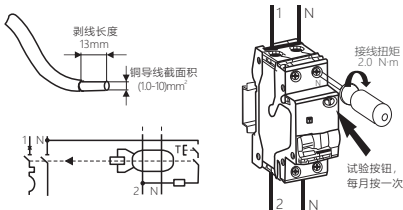

图5 接线示意图
5.4 适用于铜导线连接，导线选择见表1，接线方式及剥线长度示意图如图5